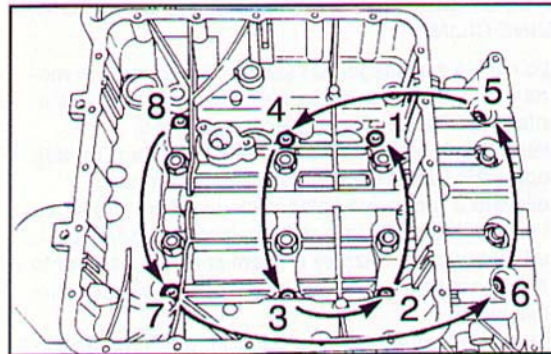

Fig. 82 ▲
- svitare le otto viti a brugola centrali di fissaggio sottobasamento seguendo l'ordine (da 8 a 1) indicato dalla freccia (Fig. 82);
- unscrew the eight central Allen screws securing the crankcase in the order (from 8 to 1) indicated by the arrow (Fig. 82);